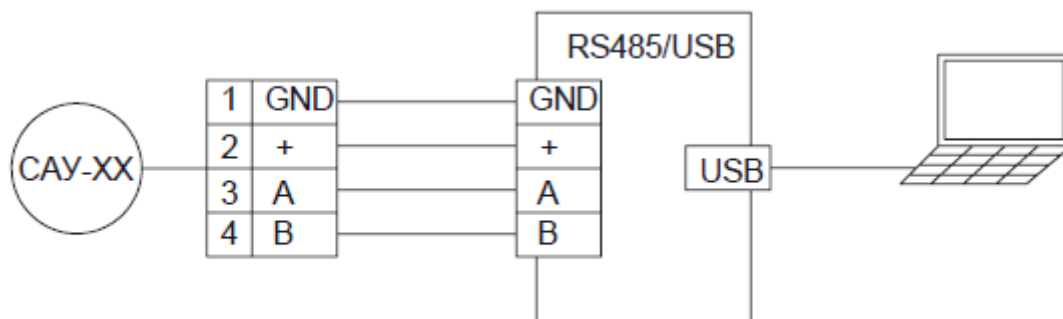
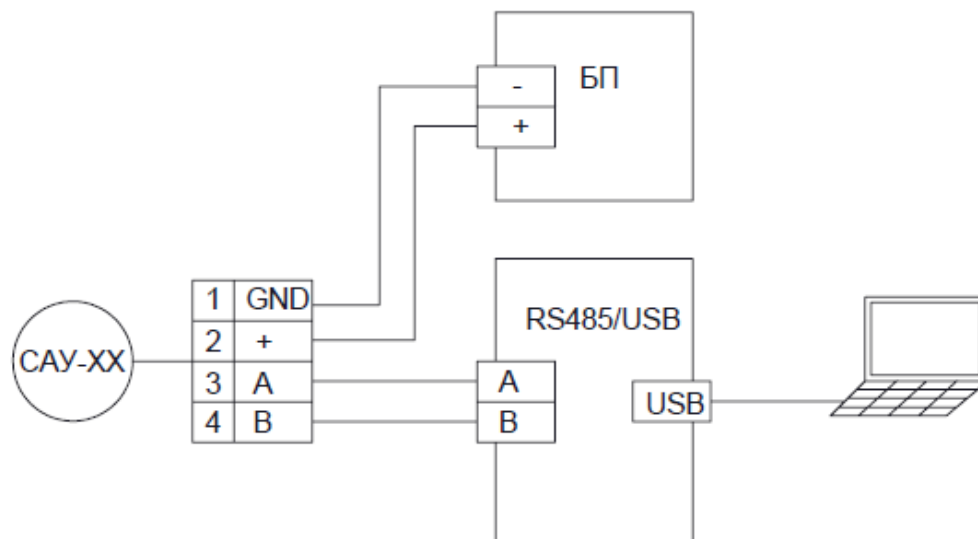

Рис. 6.1. Подключение к ПК с использованием сервисного адаптера USB Destination 02 (в режиме S485)
Рис. 6.2. Подключение к ПК с использованием любого преобразователя RS485/USB
1. Подключаем датчик к ПК по схеме, представленной на (Рис. 6.1.) или (Рис. 6.2.). Запускаем программу CAY_Oscilloscope (Рис. А1.0.)